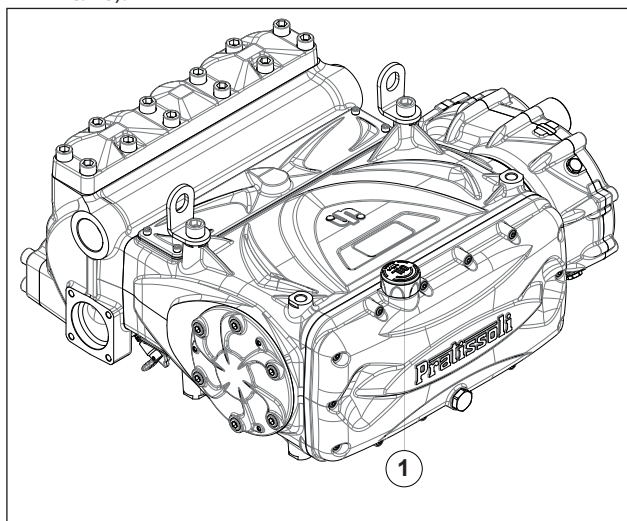

Рис. 10
5. При проверке с помощью специального щупа масло в картере насоса находится на нужном уровне (поз. ①, Рис. 10).